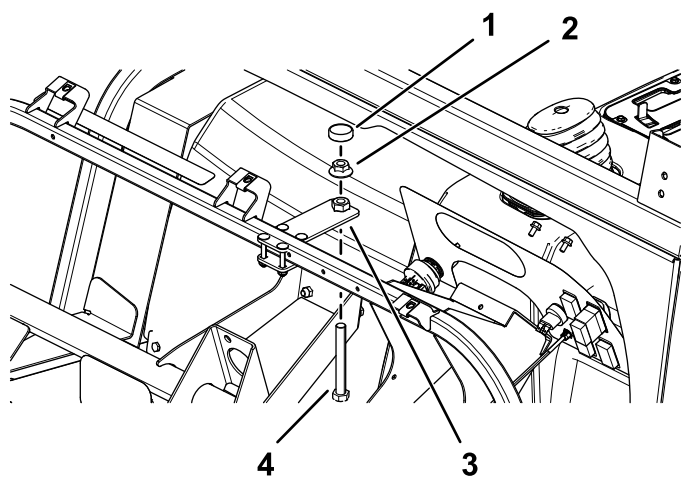

Bild 37
3. Befestigen Sie die Gewindeschraube ($\frac{1}{2}$ " x 4"), Bundmutter ($\frac{1}{2}$ ") und Anschlagplatte an der Einstellplatte (**Bild 37**).